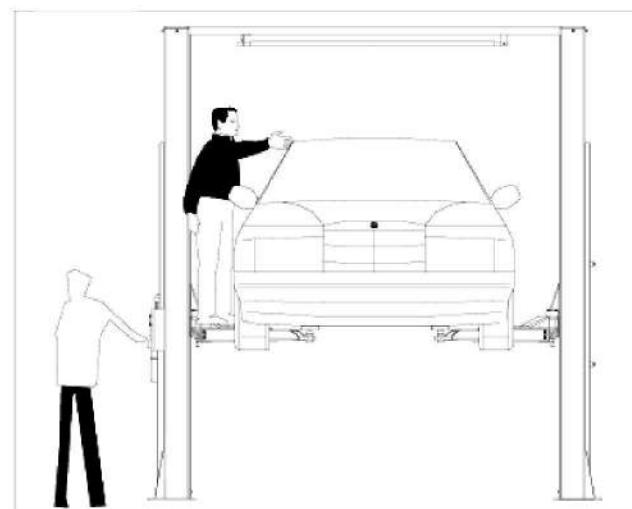

Рис. 22
**НИКОГДА НЕ САДИТЕСЬ В АВТОМОБИЛЬ И/ИЛИ НЕ ВКЛЮЧАЙТЕ ДВИГАТЕЛЬ ВО ВРЕМЯ ДВИЖЕНИЯ ПОДЪЕМНИКА (РИС.22).**